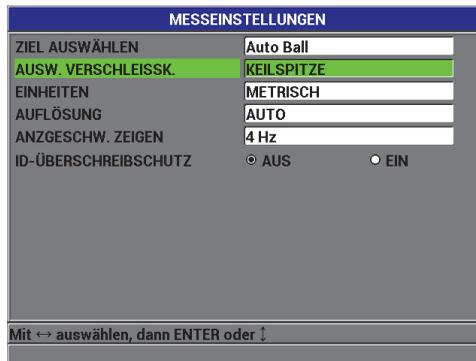

Abbildung 4-5 Fenster MESSEINSTELLUNGEN
3. Im Fenster **MESSEINSTELLUNGEN** (siehe Abbildung 4-5 auf Seite 91) verfahren Sie wie folgt: